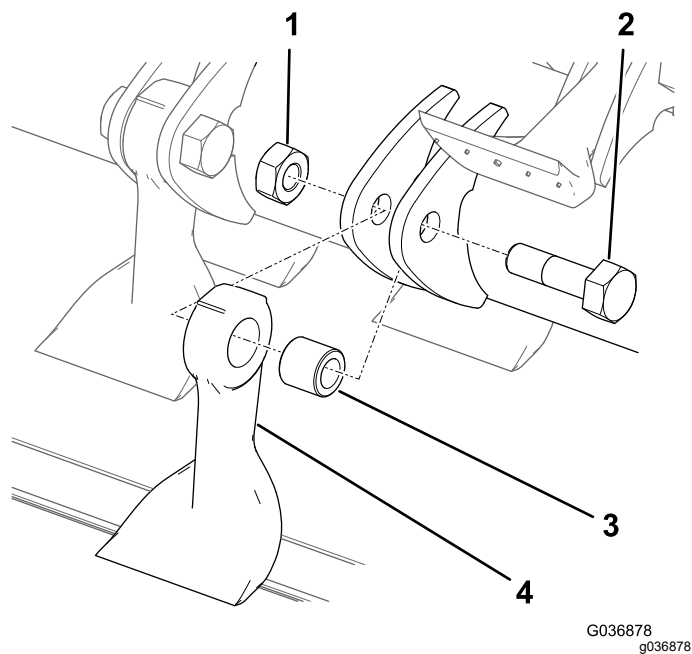

图 18
8. 使用抹布或厚垫手套抓住刀片卸下螺母、螺栓、轴套和刀片图 18。
10. 用新的螺母和刀片螺栓安装新刀片和轴套图 18。